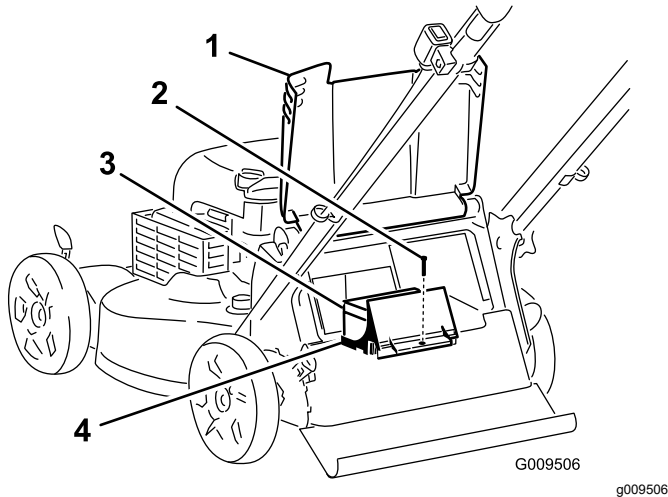

Figura 30
1. Sollevate il deflettore posteriore e individuate il vano batteria (Figura 30).